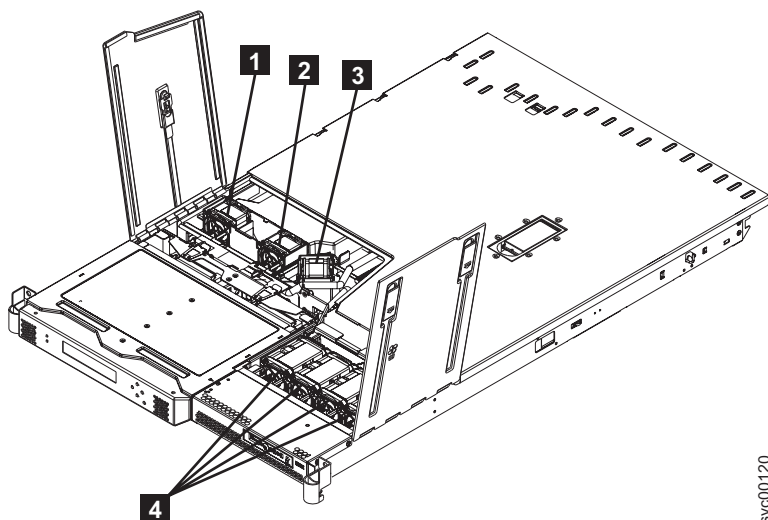

図 243. SAN ポリウム・コントローラー 2145-8F2 ファンの位置
4. 障害のあるファンのケーブルをコネクタから切り離します。277 ページの図 243 は、ファンの位置を示しています。